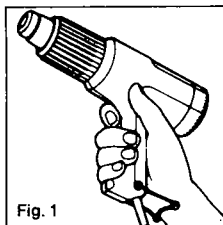

Fig. 1
En utilización manual (Fig. 1) se toma el aparato por su empuñadura (2) como una pistola de encolar o un taladro, pulsando el interruptor (3) con el dedo índice.